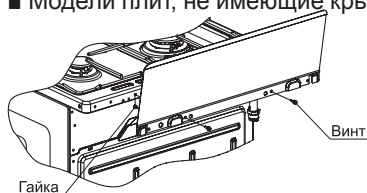

рис. 1
■ Модели плит, не имеющие крышку стола, комплектуются щитком, который закрепляется перед установкой плиты (рис.1).
■ **Установка щитка** на плиты моделей КМ241 321, КМ241 322, КМ241 371, КМ241 372. Установку щитка производить путем крепления к столу двумя винтами и гайками (см. рис. 1). Винты и гайки для крепления щитка находятся в пакете с комплектующими.